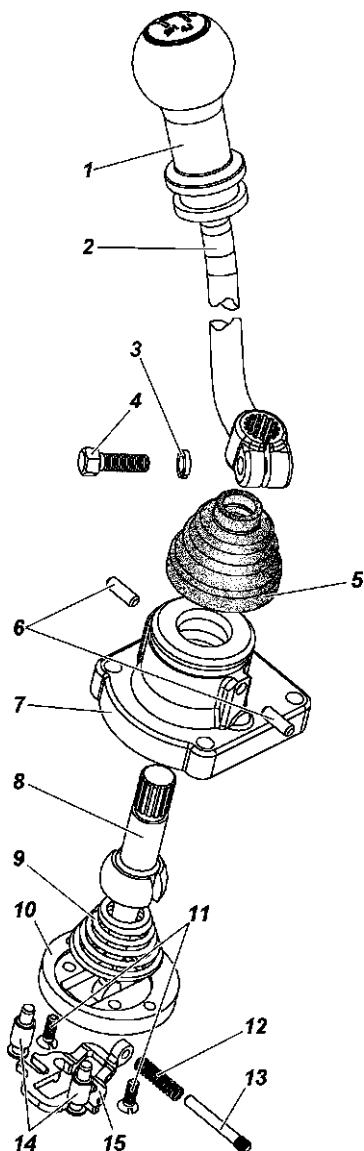

Рис. 7.8. Механизм переключения передач:
20. Отверните два винта 11 (рис. 7.8) пластины 10 крепления фиксатора.
1. Запрессуйте стойки 14 (см. рис. 7.8) совместно с фиксатором 15 в пластину 10. Застопорите стойки раскерниванием.
4. Наденьте защитный чехол 5 (см. рис. 7.8).